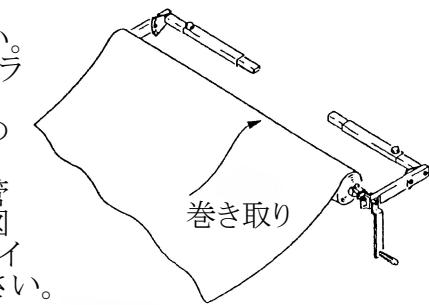
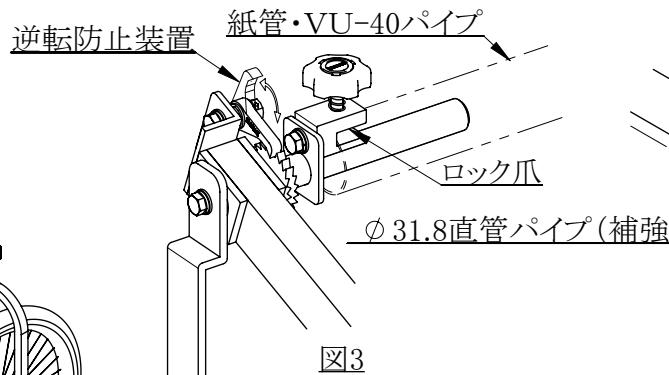

図2
図3
- 図3の様に紙管をロック爪にセットして嫘縛で固定してください。
- 図3の様に逆転防止装置をセットして図2の様に巻き取ります。